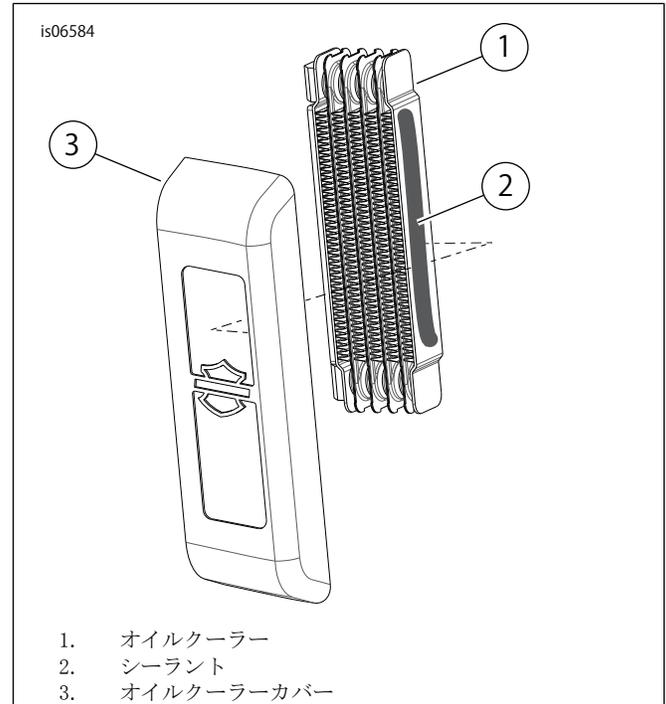

図1. オイルクーラーへのカバーの取り付け
2. 「図1」を参照してください。高性能シーラント剤(灰色)をオイルクーラーの左側の平らな面に厚いビード状に塗布します。シーラントの中に押し込んでオイルクーラーカバーを取り付けます。